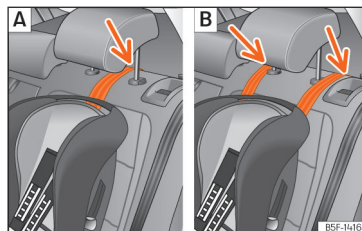

Рис. 40 Задні сидіння: правильне положення й фіксація верхнього ременя.
- Прокладіть ремень під підголовником (підніміть або зніміть підголовник, якщо треба) **»» рис. 40.**